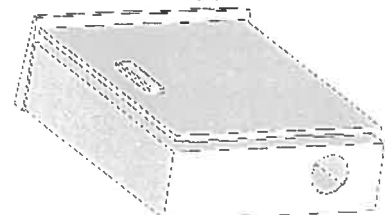

図4
④ 出力用の穴をボックスの底面に開けてください。〈図4〉
② 出力線を図4のようにあけた穴を必ずおし、図9を参考に間違わないように接続してください。